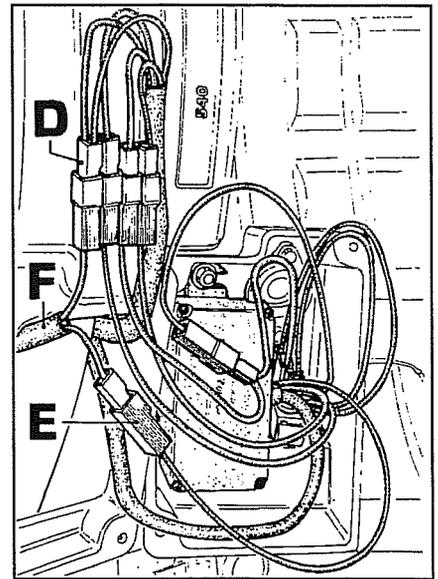

Fig. 41
5. Débrancher le double câble à boules noires **D** fig.41 du câble marron/blanc **E** de l'unité de commande, puis brancher le câblage **F** fig.41 avec un des deux câbles au double câble à points noirs et l'autre au câble marron/blanc de l'unité.